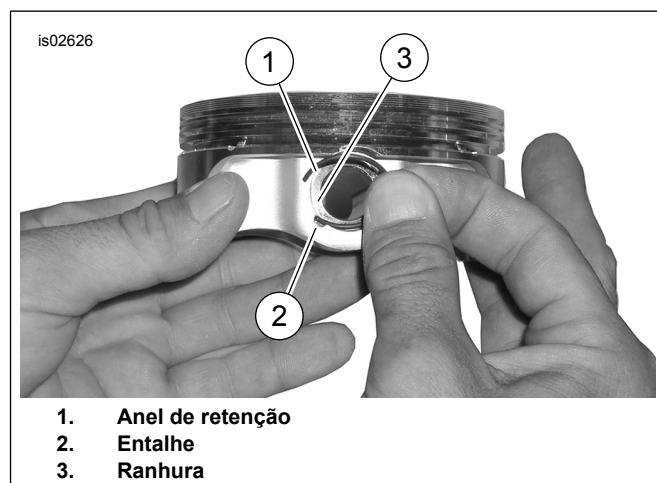

Figura 3. Anel de retenção e pistão
- Veja Figura 3. Introduza a extremidade aberta do anel de retenção (1) no entalhe (2) da ranhura (3) ao redor do ressalto do pino do pistão para que a abertura fique na posição 12:00 ou 6:00 quando instalado.